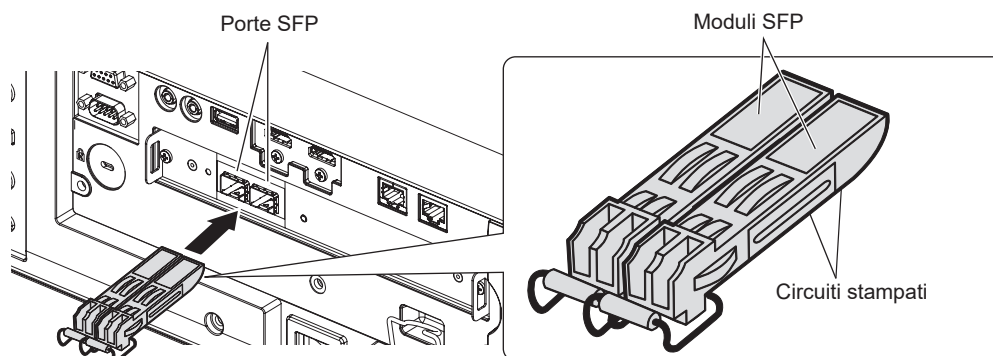

Fig. 1
2) Installare il modulo SFP nella porta SFP. (Fig. 1)